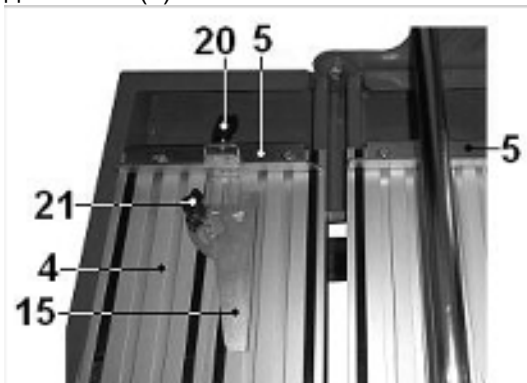

Рис. 6
9.3. Установка уголкового упора (Рис. 6)